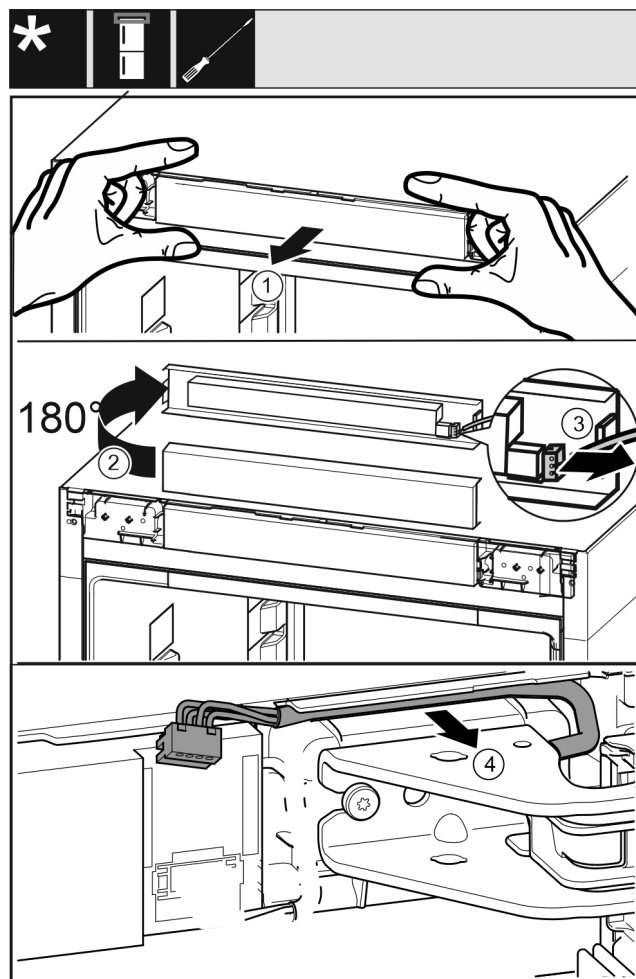

Fig. 17
- Bedienblende des Geräts vorsichtig nach vorne lösen. Fig. 17 (1)
- Bedienblende nach oben um 180° drehen. Fig. 17 (2)
- Die Rastnase nach hinten drücken und den Stecker vorsichtig herausziehen. Fig. 17 (3)
- Kabel über Lagerbock vorsichtig aus der Führung lösen. Fig. 17 (4)